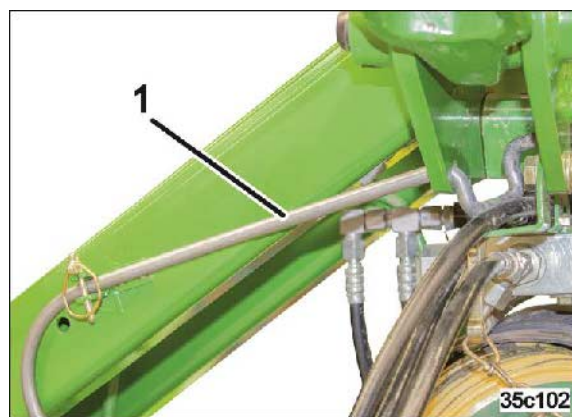

Fig. 85
12. Fixer l'étrier au support de transport et bloquer avec une goupille d'arrêt (Fig. 85/1).